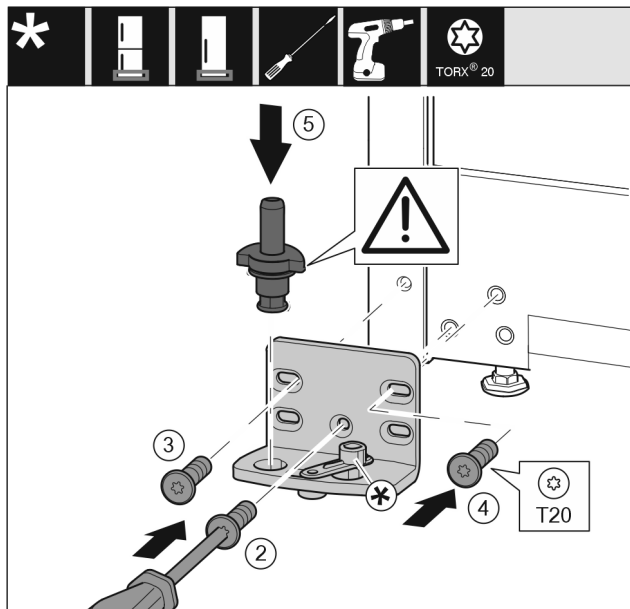

Fig. 18
- Встановіть опорний кронштейн з іншого боку та прикрутіть його за допомогою викрутки. Почніть із гвинта Fig. 18 (2), що розташований знизу посередині.
- Закрутіть гвинт Fig. 18 (3) і гвинт Fig. 18 (4).
- Повністю вставте опорний гвинт Fig. 18 (5). При цьому виступ фіксатора повинен бути спрямований назад.